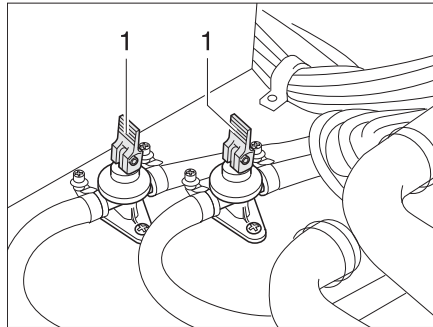

Fig. 128 Llaves de desagüe
- Cerrar las llaves de desagüe. Colocar para ello los balancines (Fig. 128,1) en posición horizontal.
- Abrir las llaves de desagüe (Fig. 128). Colocar para ello los balancines (Fig. 128,1) en posición vertical. La caldera se vacía hacia fuera a través de las llaves de desagüe.